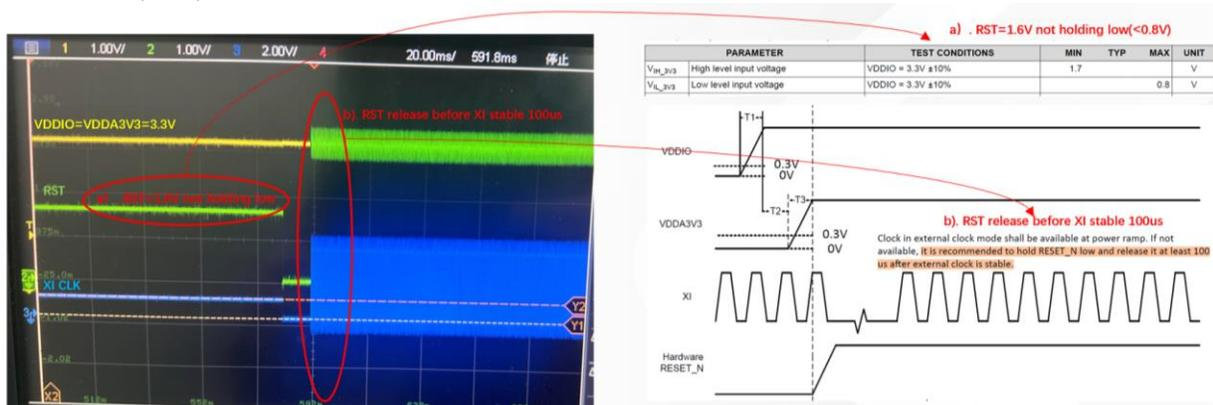

图 7 异常 RST 电压 和 RST 时序
- 如图 7 所示为 a)和 b)所示异常 RST 电压和 RST 时序。